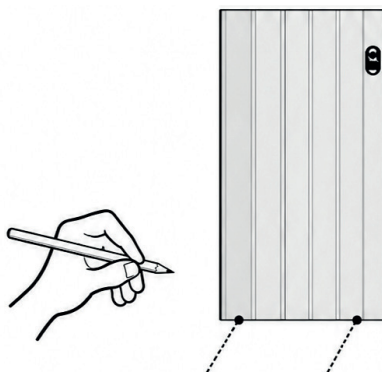

Fig10
5. Sobald das Heizgerät angebracht ist, markieren Sie zwei Punkte an der Wand, an denen die beiden Halterungen (A) befestigt werden. Stellen Sie sicher, dass sie bündig mit der Wand ausgerichtet sind. (Abbildung 10).